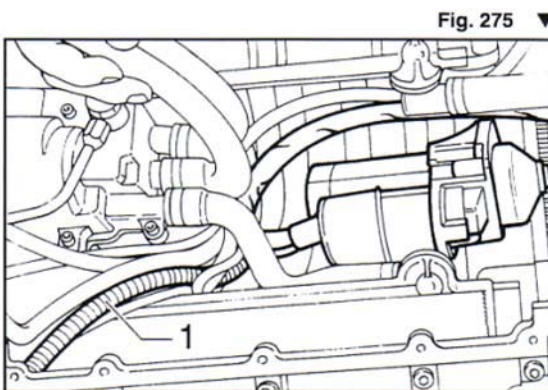

Fig. 275 ▼
- scansare le tubazioni del circuito di raffreddamento ed inserire il motore d'avviamento con il relativo cablaggio, posizionandolo come indicato (Fig. 275).
- push back the cooling circuit pipes and insert the starting motor with cabling as illustrated in the figure (Fig. 275).